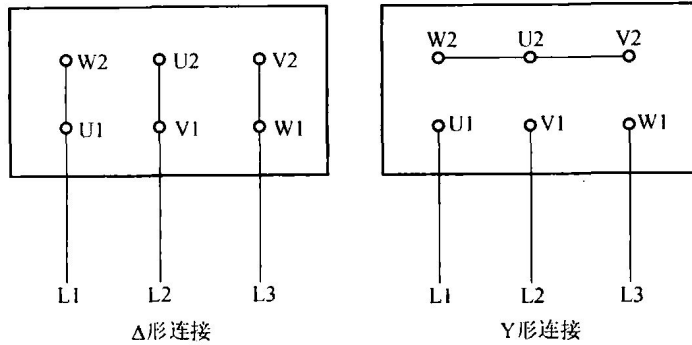

图 1-1-4 三相异步电动机外部接线标志
(9) 转子额定电压  $U_{2N}$ 、转子额定电流  $I_{2N}$ : (对于绕线式转子异步电动机) 指额定的线电压和线电流。
(10) 额定功率因数  $\cos\varphi_N$ : 当电动机在额定情况下运行时, 定子相电压与相电流之间的相位差。
(11) 定额: 电动机在铭牌数据下工作时可以持续运行的时间, 一般用连续、短时和断续工作定额表示。
① 连续工作定额 (S1): 表示电动机按铭牌值工作时不受时间限制可连续运行。
② 短时工作定额 (S2): 表示电动机按铭牌值工作时只能在规定的时间内短时运行。我国规定的短时运行时间为 10min、30min、60min、90min 四种。
③ 断续工作定额 (S3): 表示电动机按铭牌值工作时运行一段时间就要停止一段时间, 周而复始地按一定周期重复运行, 每一周期为 10min。电动机负载工作时间所占的百分比称为负载持续率。标准负载持续率分为 15%、25%、40%、60% 四种 (如标明 40% 则表示电动机工作 4min 就需休息 6min)。
(12) 绕组连接方式: 表示电动机定子三相绕组与交流电源的连接方法。对 JO2、Y 及 Y2 系列电动机而言, 国家标准规定凡 3kW 及以下者均采用 Y 形连接; 4kW 及以上者均采用  $\Delta$  连接。三相异步电动机外部接线标志如图 1-1-4 所示。